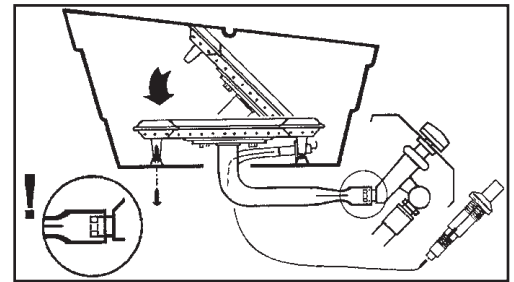

Fig. 8
4. Baje el quemador en la posición en la envoltura de parrilla, cerciorándose que tubos de venturi se alinea correctamente y es quedado en los orificios. (Fig. 8)